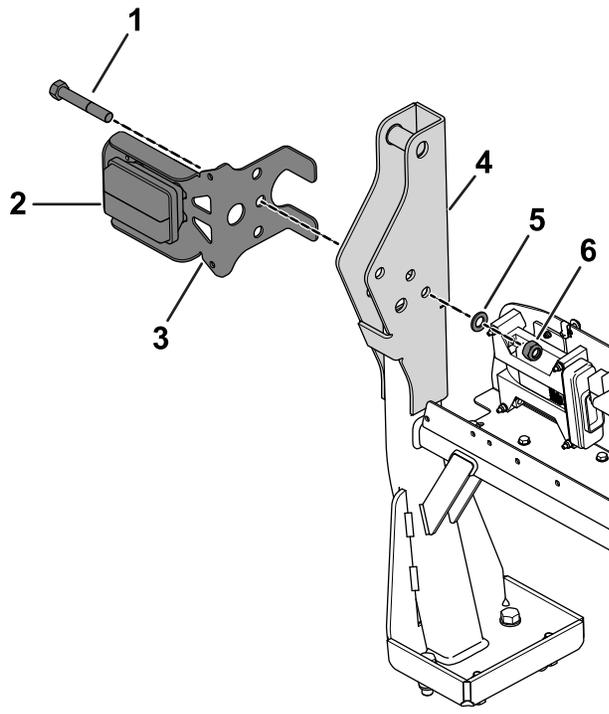

Figura 3
1. Escuadra 2. Perno (4)
6. Alinee el taladro indicado del soporte de la luz trasera izquierda con el taladro de la barra antivuelco, e inserte el perno nuevo (M16 x 110 mm) usando las arandelas existentes (Figura 2 o Figura 3).